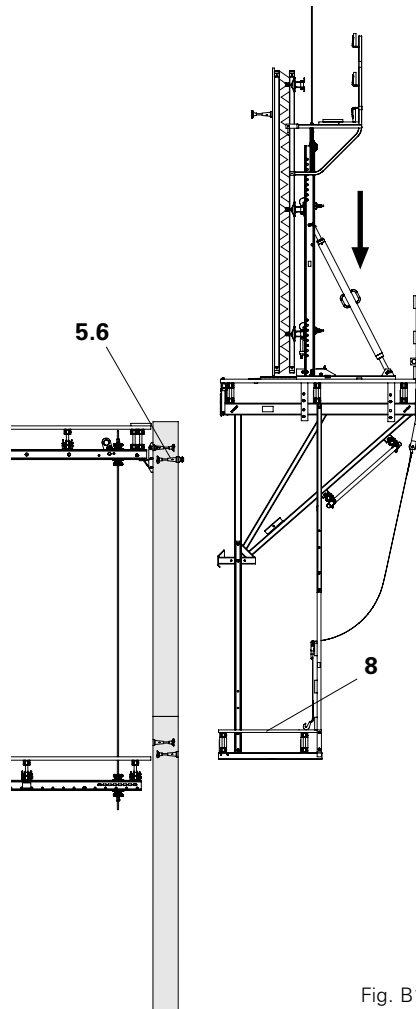

Fig. B1.30
10. Cerrar el entarimado de la plataforma de terminación (8). (Fig. B1.30)